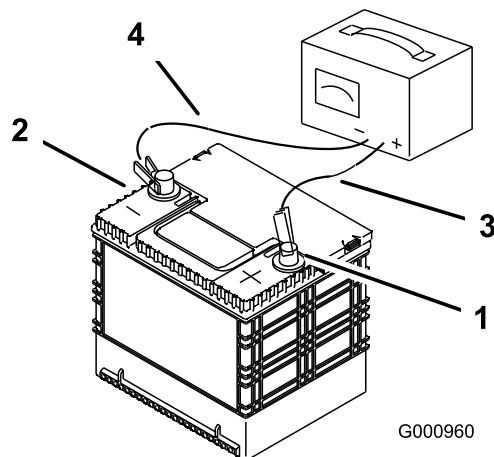

Figure 60
3. Quand la batterie est chargée au maximum, débranchez le chargeur de la prise, puis débranchez les fils du chargeur des bornes de la batterie (Figure 60).